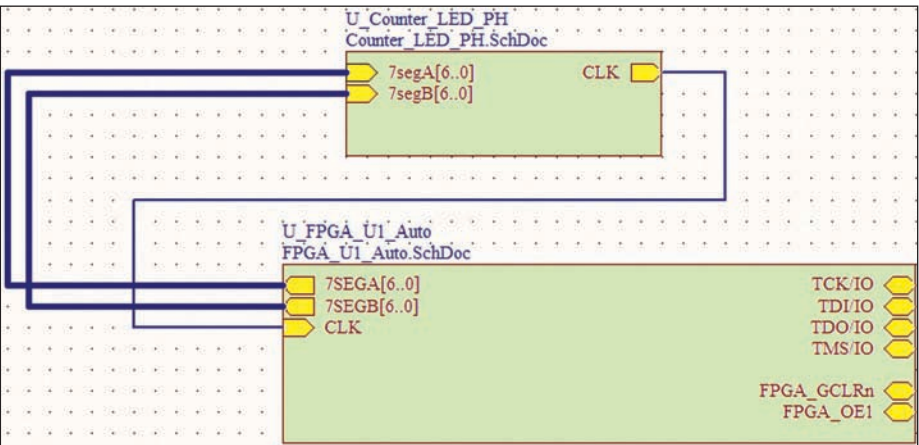

Рис. 8
- 4) *схемный документ верхнего уровня PCVB-проекта*, объединяющий иерархические символы ПЛИС и "обвязки", также формируемый при объединении FPGA- и PCVB-проектов (рис. 8).